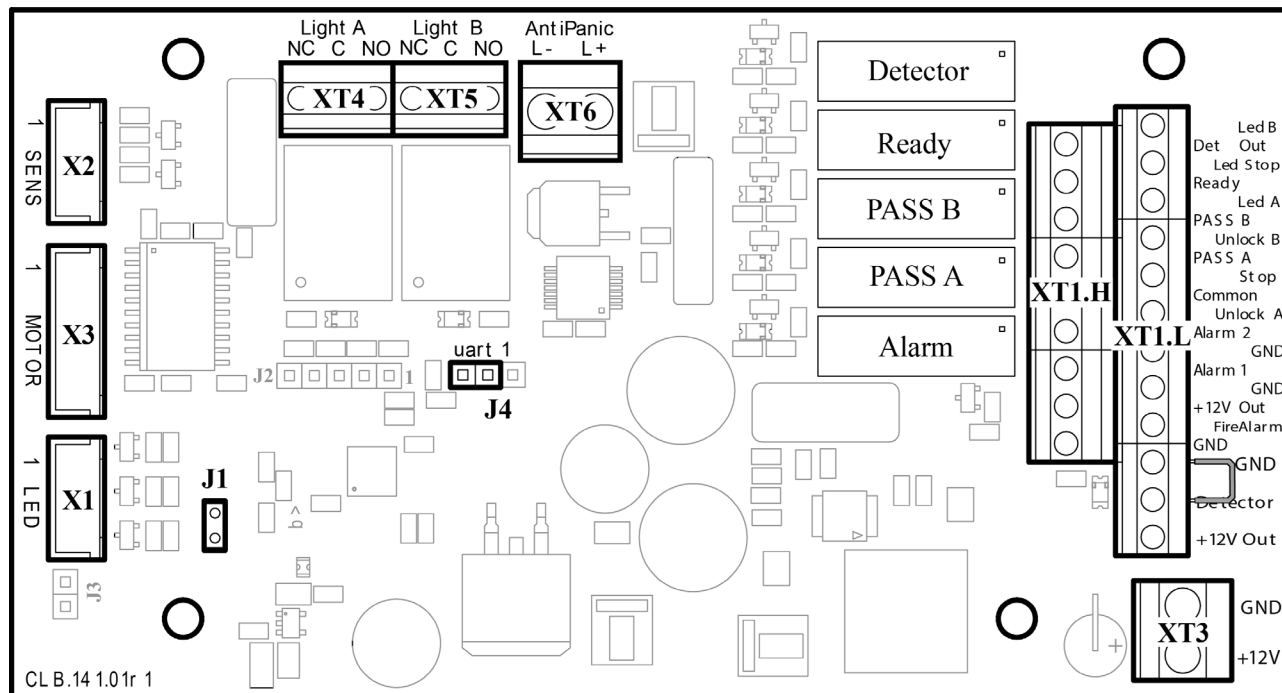

Рисунок 4. Внешний вид платы управления
Общий вид платы управления показан на рис. 4. На плате расположены:
Подключение указанных устройств производится в соответствии со схемой электрических соединений (см. рис. 4 и 11) к выносной клеммной колодке **XS1**, на которую выведены контакты с клеммных колодок **XT1.L** и **XT1.H** платы управления. Подключение осуществляется с помощью кабеля (14).
Факт срабатывания/отпускаания реле *PASS A*, *PASS B*, *Ready*, *Detector* и *Alarm* можно определить по загоранию/гашению красных индикаторов, которые установлены вблизи указанных реле (см. рис. 4).